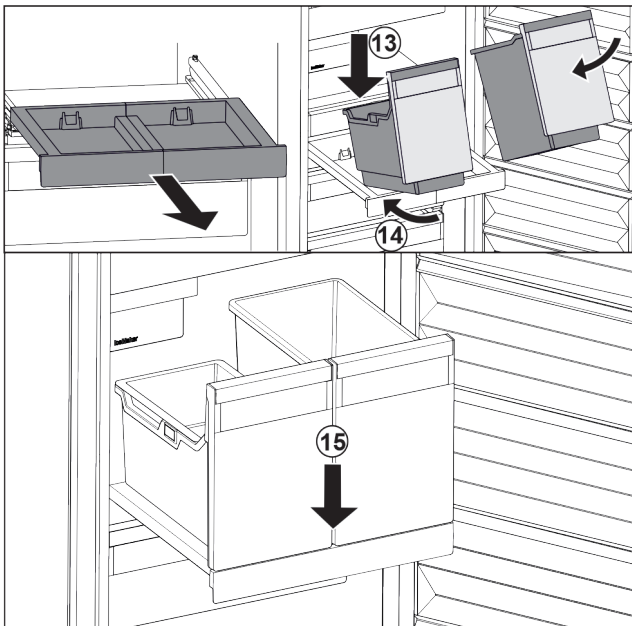

Fig. 144
- Behälter schräg auf das Auszugsbord aufsetzen. Fig. 144 (13)
- Behälter schräg nach hinten einschieben. Fig. 144 (14)
- Behälter vorne absetzen. Fig. 144 (15)